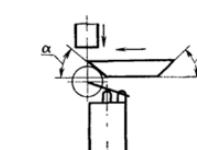

Рис. 4
8.8.4 Выключатели ВПК 2111 предназначены для работы с проходным реверсивным упором, но могут работать и с проходным нереверсивным и толкающим упорами (**рисунок 4**), при этом угол набегания упора α и угол сбегания β должны быть не более 40° при скорости движения упора до 0,25 м/с и не более 20° при скорости движения свыше 0,25 м/с.